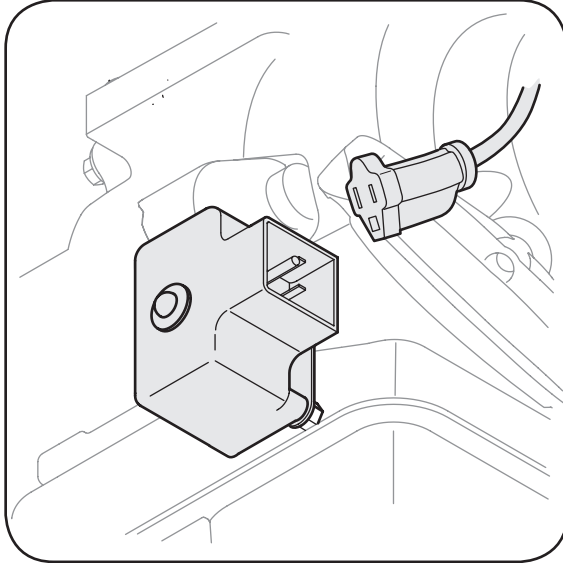

Figure 2-6: Branchez la rallonge dans la boîte de commutation sur le moteur.
3. Branchez la rallonge dans la boîte de commutation électrique sur le moteur, Figure 2-6. Branchez l'autre extrémité de la rallonge dans une prise de C. A. de 120 volts mise à la masse dans un endroit bien aéré.